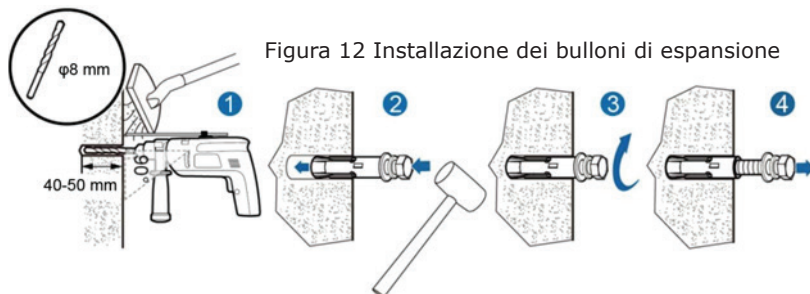

Figura 12 Installazione dei bulloni di espansione
(3) Inserire i bulloni ad espansione nei 4 fori per l'installazione con il martello, come illustrato nella Figura 12.